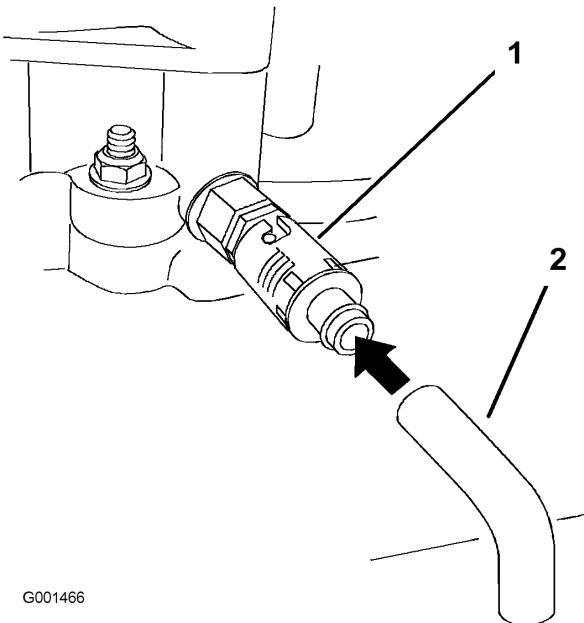

Figura 25
6. Coloque un recipiente debajo del tubo de vaciado. Gire la válvula de vaciado para que se drene el aceite (Figura 25).
- Retire el tubo de vaciado (Figura 25).